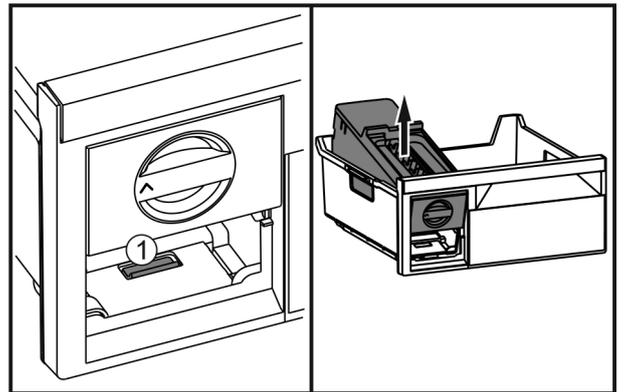

Fig. 38
- Appuyer sur la languette Fig. 38 (1), soulever l'EasyTwist-Ice depuis l'arrière et le faire sortir du tiroir de congélation.